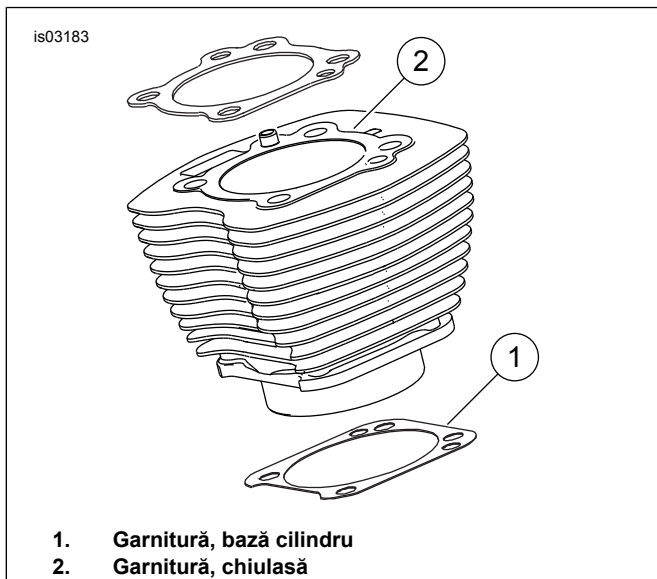

Figura 1. Garnituri cilindru
Consultați Figura 1. Garnitura de bază de 4,060 inci (1) și garnitura de chiulasă (2) elimină necesitatea garniturilor inelare. Nu utilizați garnituri inelare pe diblurile cilindrului sau pe cepul cilindrului.